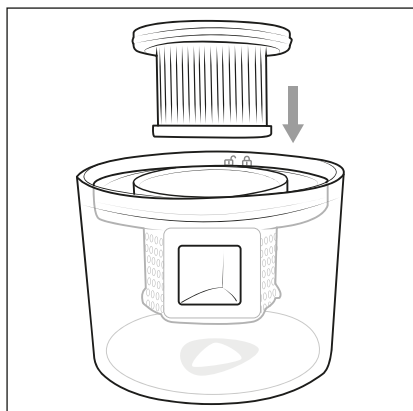

Fig. 8
- 7) Coloque o filtro HEPA ❺ no filtro de pó ❹ (fig. 8).